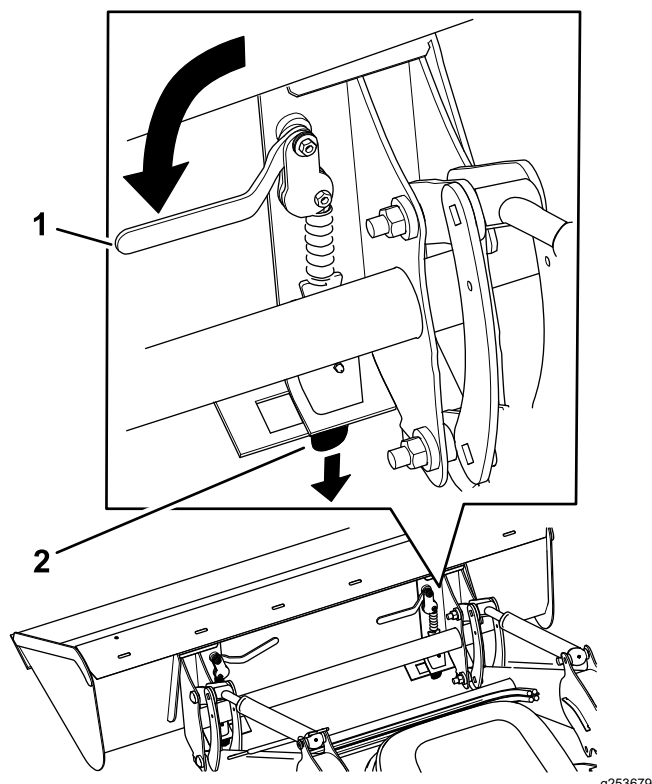

Figure 58
8. Tournez les leviers d'attache rapide vers l'intérieur en vérifiant que les goupilles d'attache rapide sont complètement engagées dans la plaque de montage (Figure 58).